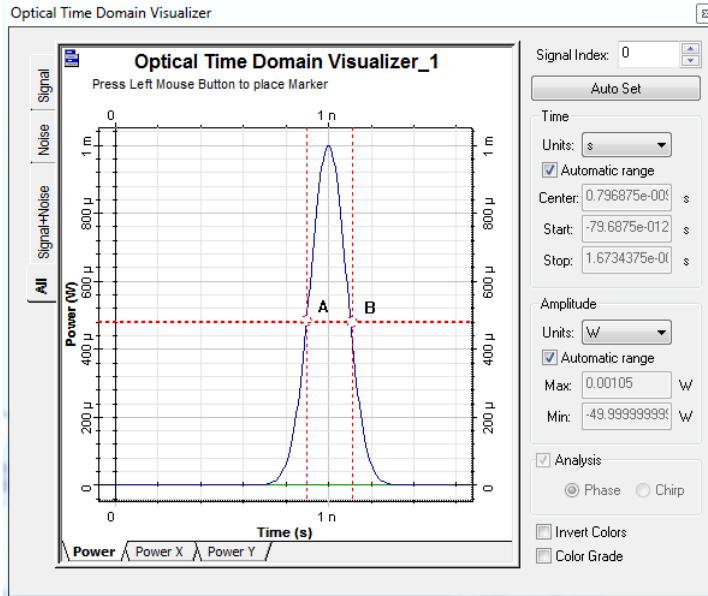

Рисунок 3.3 - Окно устройства отображения оптического сигнала
4.5. Откройте окно первого устройства отображения оптического сигнала на входе ОВ, рисунок 3.3. Измерьте длительность оптического импульса по половинной мощности на входе тракта (τ_{in}). Затем аналогично измерьте длительность импульса на выходе (τ_{out}) при помощи второго устройства отображения.